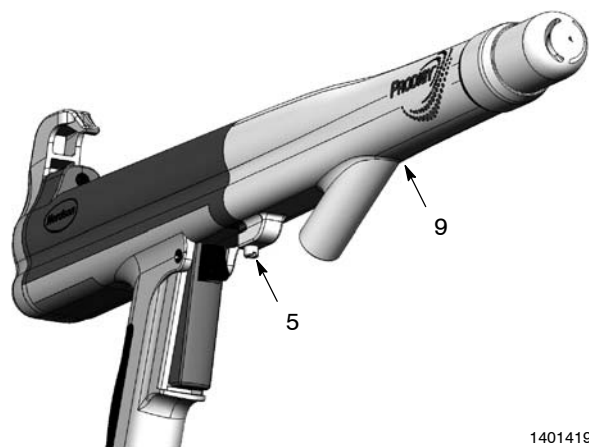

Fig. 14 Desserrage de la vis de blocage de l'adaptateur
2. Voir la figure 14. Desserrer la vis de blocage (5) dans le bas de l'adaptateur.